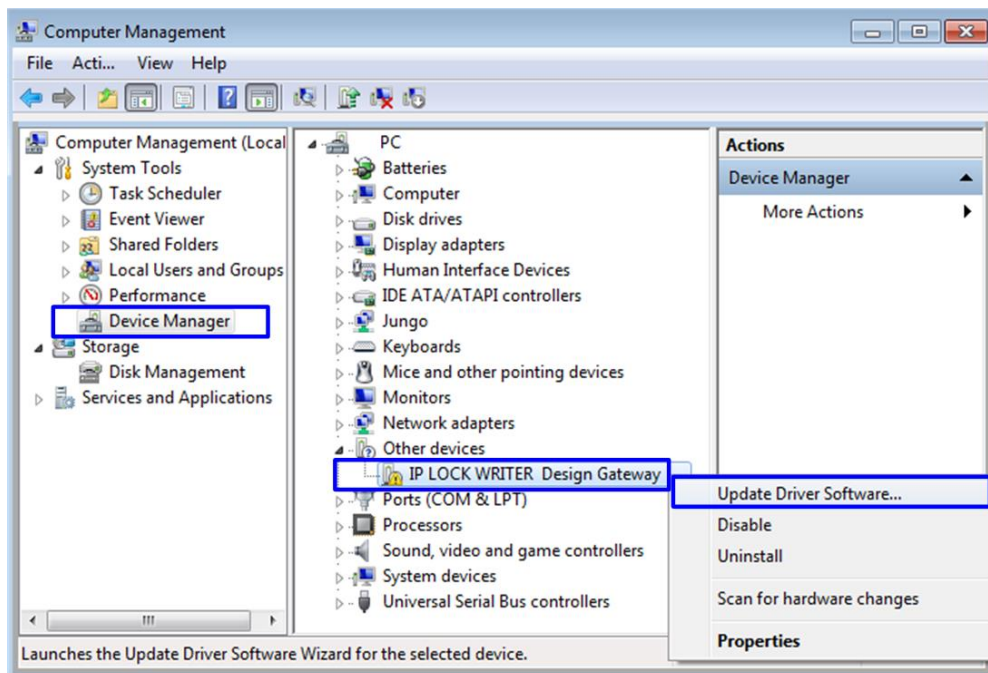

図 14 デバイスマネージャーで「IP LOCK WRITER Design Gateway」を検出、ドライバの更新
4. IP Lock ライタを PC と USB 接続します。デバイスドライバをインストールするために、「Windows スタートボタン」→「コンピュータ(右クリック)」→「管理」→「デバイスマネージャー」を開くと、図 14 のように「ほかのデバイス」に、「IP LOCK WRITER Design Gateway」が検出されます。「IP LOCK WRITER Design Gateway」を右クリックし、「ドライバの更新」を選択します。